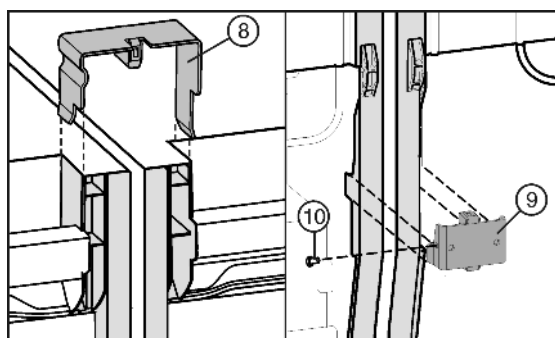

Fig. 7
- Sätt förbindelseklämman Fig. 7 (8) upptill på den mittersta sidoväggen.
- Sätt in förbindelsevinkeln Fig. 7 (9) nedtill i det passande urtaget.
- Montera skruven Fig. 7 (10) om förbindningsvinkeln sitter lite löst.